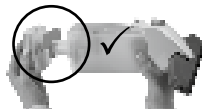

Bild 12:
- Stäng tanken till nästa användning genom att skjuta tanklocket till stoppet i tanken. Se då till att tanklocket har skjutits till den rätta positionen (se bild 12)